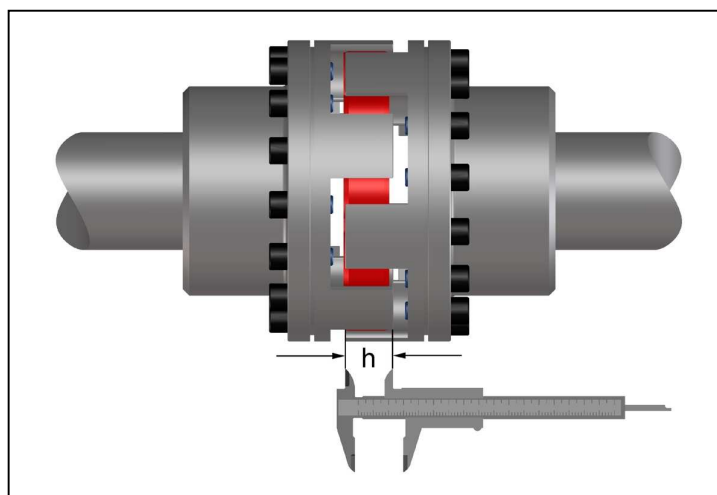

Bild 9
- Messen Sie gemäß Bild 9 die axiale Klauenüberdeckung h .